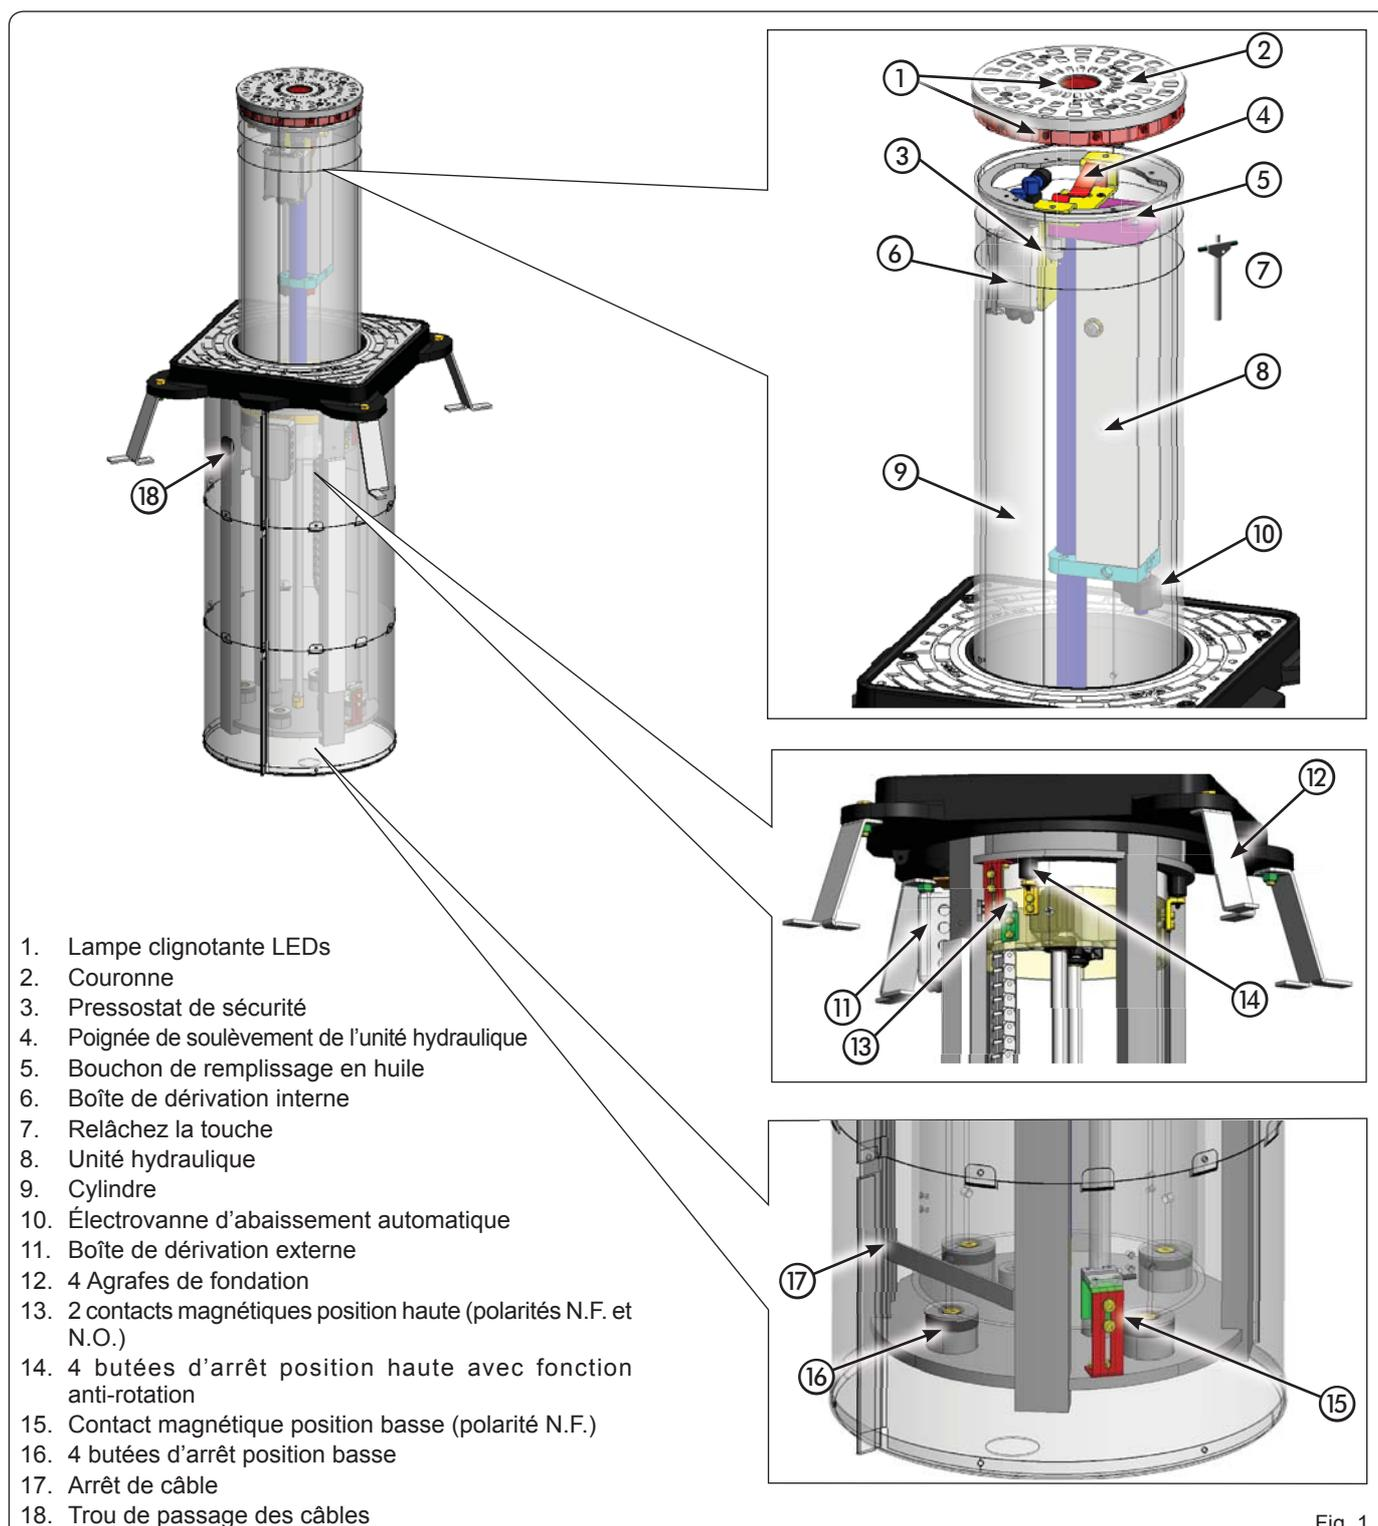

Fig. 1
Normalement, l'abaissement de la borne est automatique lorsqu'on coupe l'alimentation électrique, grâce à l'électrovanne située sur la centrale hydraulique (voir fig. 1 réf. ⑧).